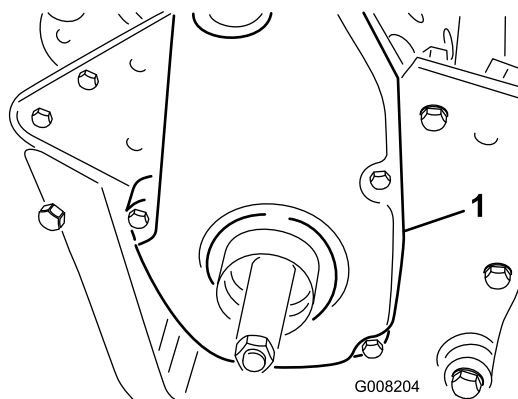

図 35
1. ベルト・カバー取り付けネジを外してカバーを取り、ベルトを露出させる（図 35）。